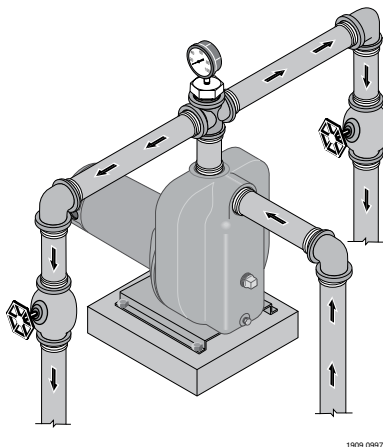

Figura 3: Descarga múltiple
Esta bomba está diseñada para su uso en estanques, cisternas o pozos. La descarga de la bomba se puede dividir para suministrar dos (2) o más sistemas de aspersores. En la Figura 3, se muestra, a modo de sugerencia, una descarga múltiple al servicio.